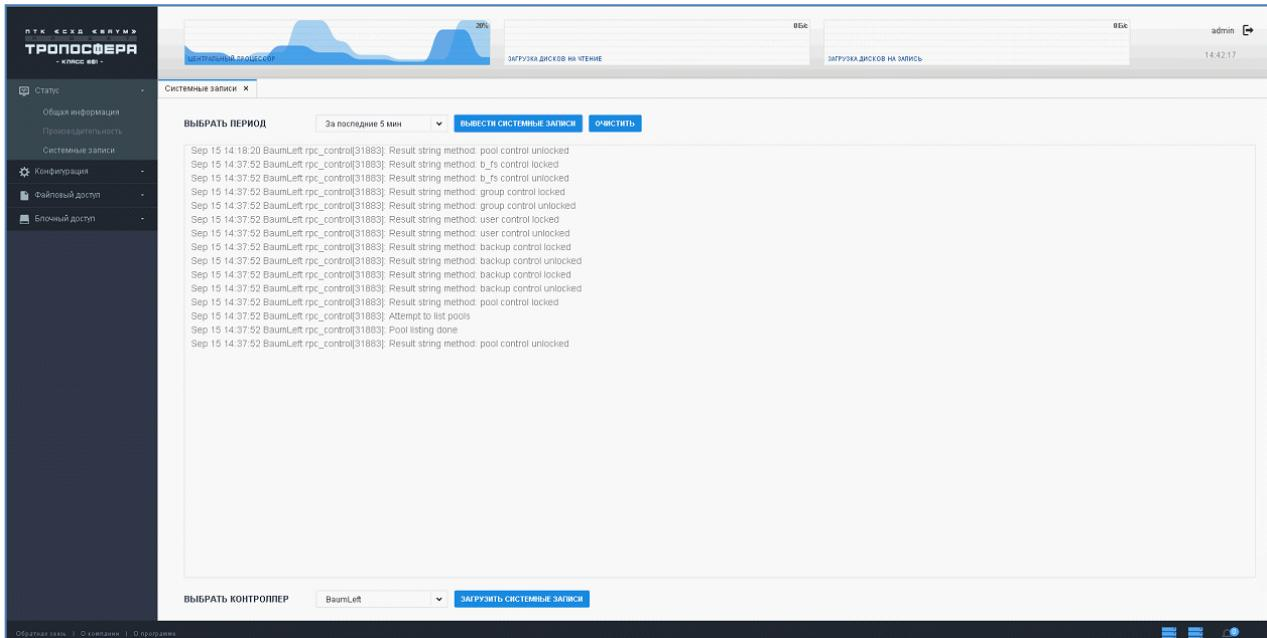

Рисунок 43 - Системные записи
- 1) Перейдите на вкладку «Системные записи» [выберите «Статус» → «Системные записи»] (Рисунок 43).